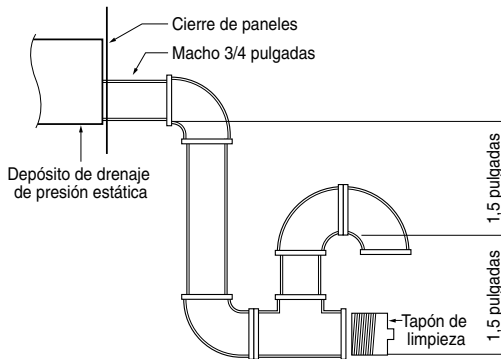

Figura 4
Cumpla la normativa local y las prácticas habituales para instalación tuberías instalar la línea de drenaje. Coloque en la línea un paso descendente, separado de la unidad, y evite los tramos en horizontal. Véase la Figura 4.
- 3) Remítase a la Figura 4 para conocer las localizaciones de acceso eléctrico suministradas en la unidad.